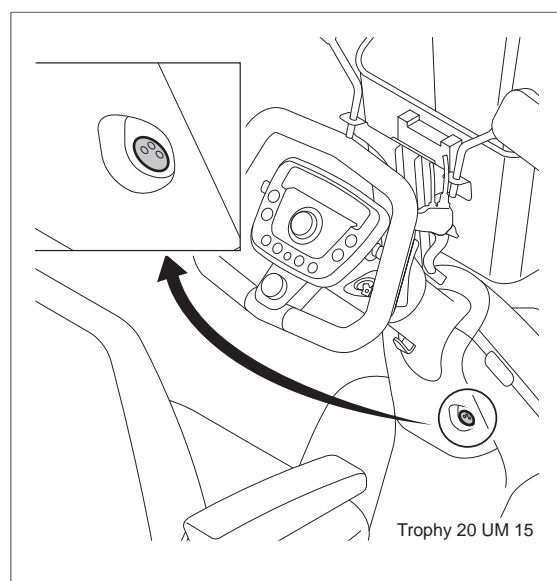

Figure 11
- Le point de chargement (A) se situe sur la colonne de direction, en dessous du panneau de commande (figure 11). Il s'agit de l'endroit auquel il convient de connecter le câble du chargeur de batterie.